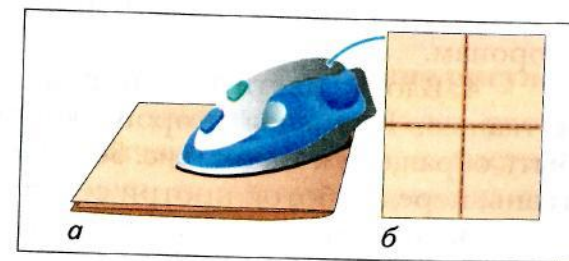

Рис. 56. Разметка рисунка по центру
1. Вышивка располагается в центре изделия. Сложи ткань вчетверо и зафиксируй сгибы с помощью утюга (рис. 56, а). По полученным линиям наметь осевые линии стежками «вперед иголку». Середину и осевые линии можно наметить карандашом по линейке (рис. 56, б).